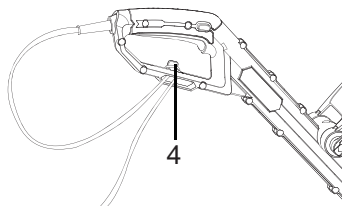

Fig.8
- > Doble el cable de extensión unos 30 cm desde el extremo. Lleve el lazo a través del agujero en el protector de seguridad trasero y enganche el lazo al dispositivo antitracción (4). Tire suavemente del cable para asegurarse de que está firmemente sujeto al mango (Fig.8).